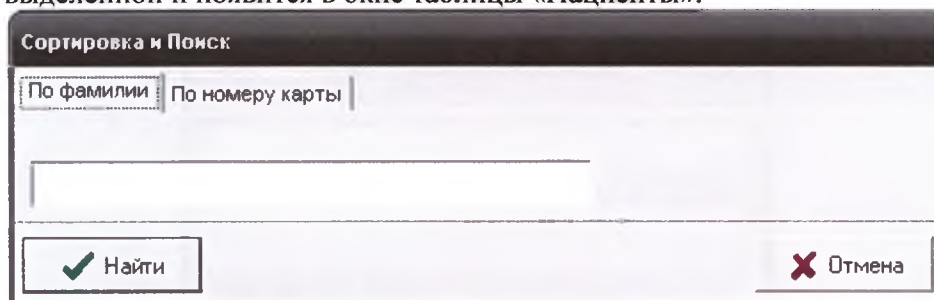

Рис. 13. Окно «Сортировка и Поиск»
- войдите во вложенное меню «Пациент/Поиск», при этом откроется окно «Сортировка и поиск» (рис. 13);